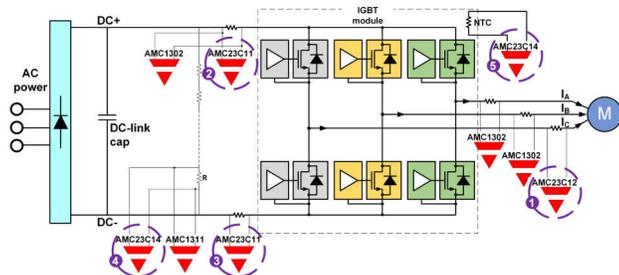

図 5. 電動モータードライブでの超高速故障検出。
図 5 に、短絡電流、過電流、低電流、過電圧、低電圧、過熱フォルト検出シナリオにおけるテキサス・インスツルメンツ (TI) の **AMC23C14** 低レイテンシ強化絶縁型コンパレータファミリを示します。これらのデバイスには、調整可能なコンパレータスレッシュホールド機能が組み込まれており、電源用のハイサイドロードロップアウトレギュレータが含まれており、8ピンのスモールアウトライン IC パッケージでサブ 0.5 μ s の応答時間を実現しています。